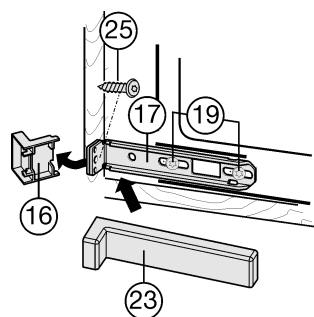

Fig. 18
- ▶ Schrauben *Fig. 18 (19)* etwas lockern.
- ▶ Unteren Befestigungswinkel *Fig. 18 (17)* mit Spanplattenschraube *Fig. 18 (25)*  $\varnothing 4 \times 19$  an der Möbelwand festschrauben.
- ▶ Das überstehende Ende der Abdeckung *Fig. 18 (16)* abbrechen. Es wird nicht mehr benötigt.
- ▶ Schrauben *Fig. 18 (19)* festziehen.
- ▶ Abdeckung *Fig. 18 (23)* auf den unteren Befestigungswinkel *Fig. 18 (17)* aufsetzen.